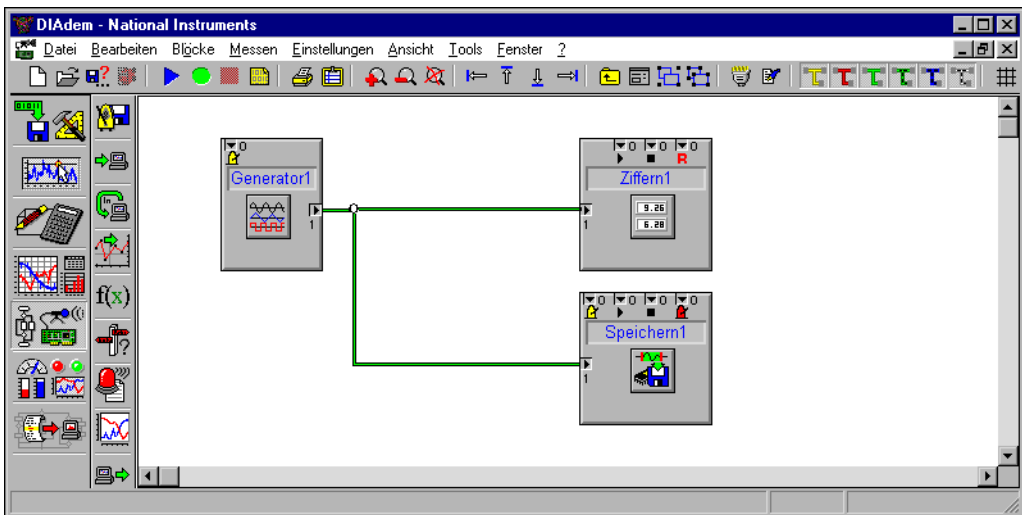

Abbildung 7-3. Der Schaltplan mit einem Systemblock zum Datenspeichern
3. Klicken Sie auf die **grüne Datenleitung** und ziehen Sie bei gedrückter linker Maustaste eine neue Leitung an den Dateneingang des Speicherblockes. Abbildung 7-3 zeigt, wie die Funktionsblöcke miteinander verbunden sind.